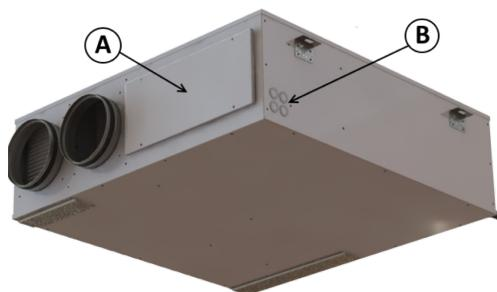

Fig. 1 - Posizione quadro elettrico (A), ingresso cavi (B)
- isolare l'unità dalla rete elettrica agendo sul sezionatore fronte quadro (Fig. 1)